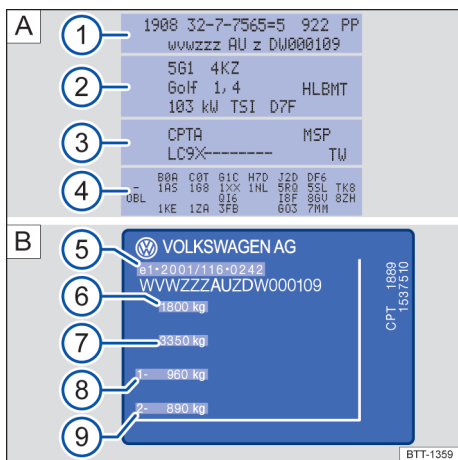

Fig. 271 **A**) Etiqueta de dados do veículo, **B**) plaqueta de identificação (representação esquemática).
A etiqueta de dados do veículo → Fig. 271 **A**) encontra-se na parte interna da capa do manual de instruções e sob a guarnição do compartimento de bagagem traseiro na parede do compartimento de bagagem. Ela contém os seguintes dados:
- 3 Códigos do motor e da transmissão, código da cor, acabamento interno. No exemplo, o código do motor é "CPTA" → Fig. 271
Dependendo do modelo e do país, a plaqueta de identificação pode ser vista depois de abrir a porta do passageiro dianteiro ou do condutor, na área inferior da longarina da porta → Fig. 271 **B**). Veículos para determinados países de exportação não possuem plaqueta de identificação.